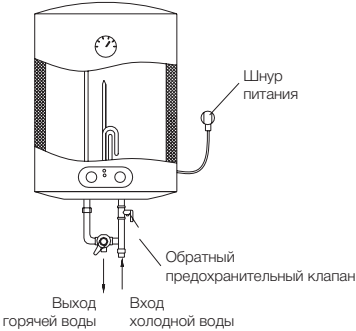

Рис. 5
- 3. Предохранительный обратный клапан следует устанавливать в месте входа воды (см. рис. 5).